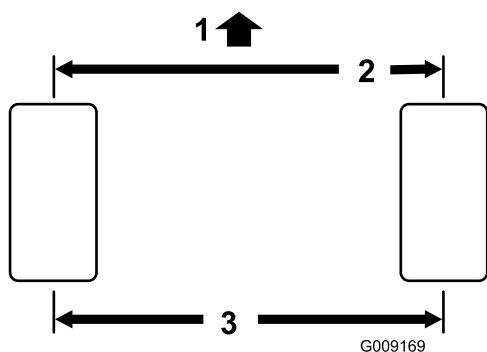

Figura 49
2. Meça a distância de centro a centro (à altura do eixo) na zona dianteira e traseira dos pneus da direção (Figura 49).